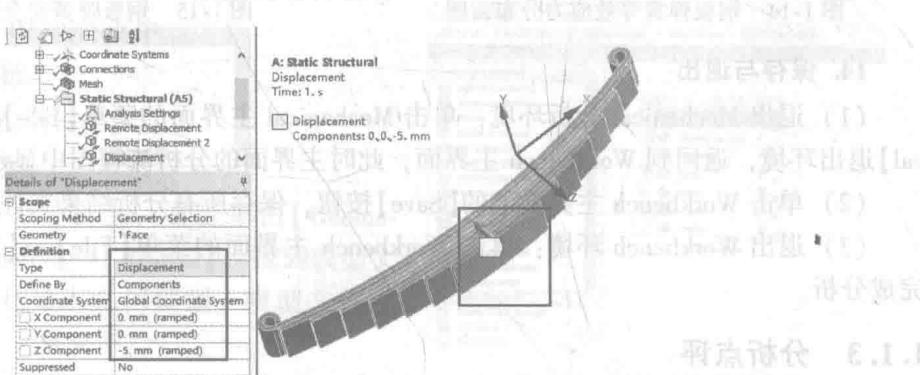

图 1-12 施加位移
(4) 施加位移：在标准工具栏中单击 ，然后选择 Auxiliary 底面，接着在环境工具栏中单击【Supports】→【Displacement】→【Details of “Displacement”】→【Definition】→【Define By】= Components，【X Component】= 0，【Y Component】= 0mm，【Z Component】= -5mm，如图 1-12 所示。